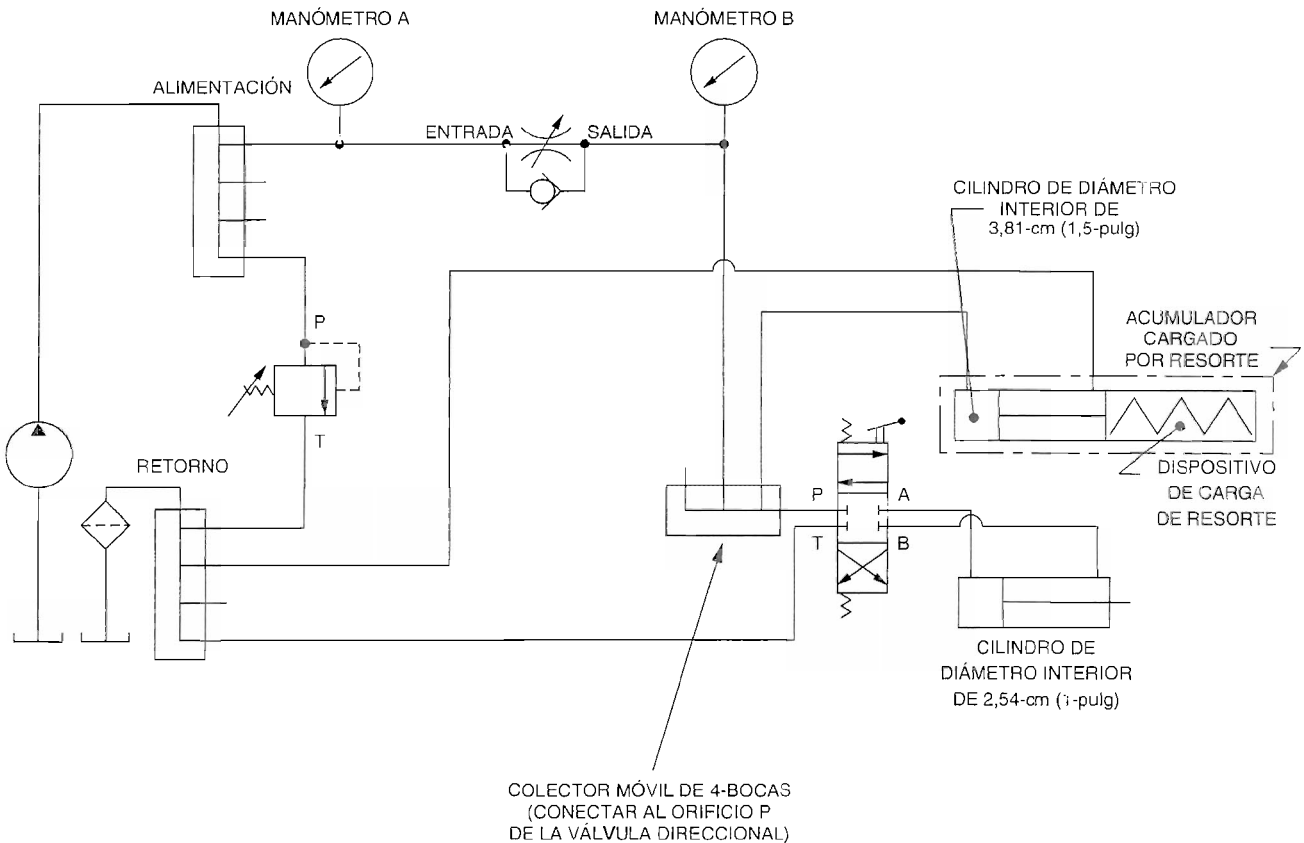

Figura 4-7. Acumulador utilizado como una fuente de alimentación auxiliar.
- 36. Intercambie las dos mangueras conectadas a los orificios de la válvula de control de flujo no compensada para poder obtener el circuito mostrado en la Figura 4-7. En este circuito, la válvula de control de flujo no compensada es utilizada para restringir el flujo de aceite hacia el circuito para simular una bomba de poca capacidad.